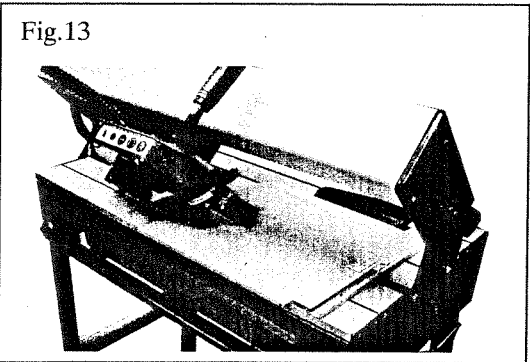

Fig.14-1
- Presser la rondelle bleue et retirer le tube (fig.14-1).
- Presser la rondelle bleue et remonter le tube (fig.14-1).